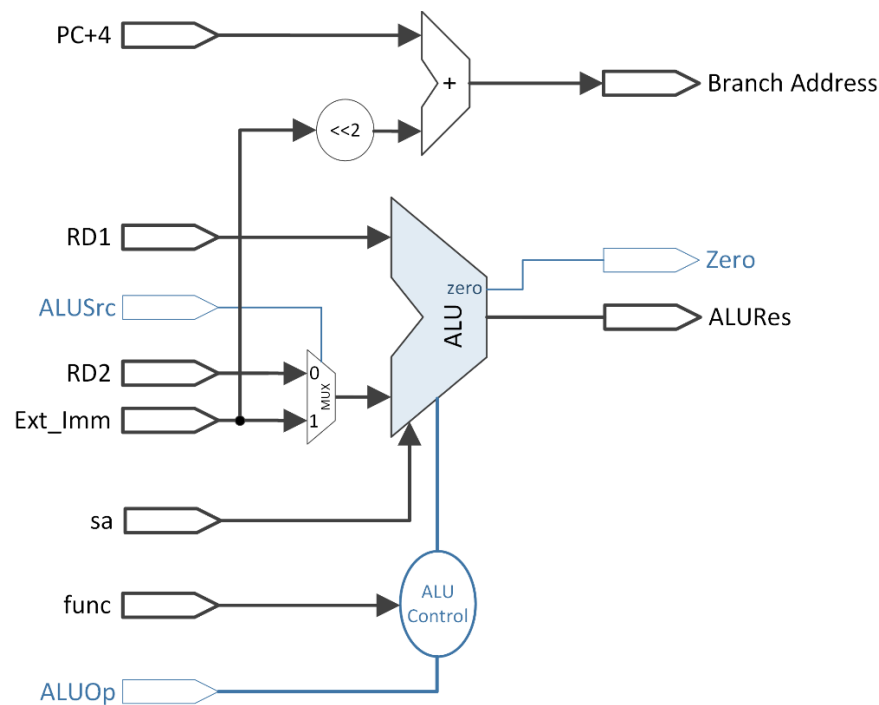

Figura 5: Unitatea ID, pentru MIPS 32, căile de date
Căile de date MIPS 32 pentru unitatea EX sunt prezentate în figura 5.
Ținând cont de descrierea unității EX din secțiunea 2, figura 5, descrieți o nouă componentă (entitate) pentru EX în proiectul test\_env, ca parte a procesorului MIPS 16. Toate câmpurile de date sunt pe 16 biți!
Entitatea EX va conține elementele prezentate în figura 5, care nu se vor descrie cu entități suplimentare!
**Atenție!** Aveți grijă la transformarea câmpurilor de date din figura 5 (MIPS 32) în versiunea proprie de implementare a MIPS pe 16 biți.